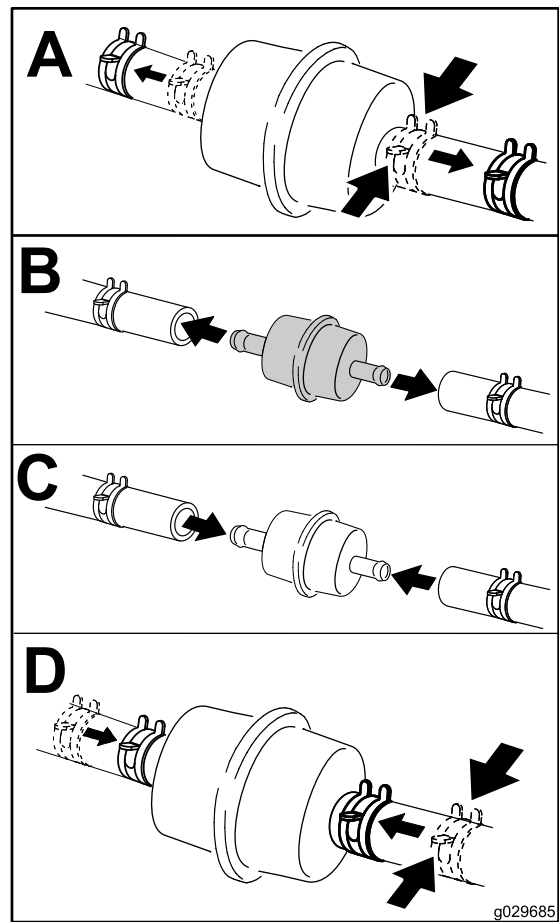

Figura 42
6. Mettete un contenitore pulito sotto il filtro del carburante e sostituite il filtro del carburante come illustrato nella Figura 42.